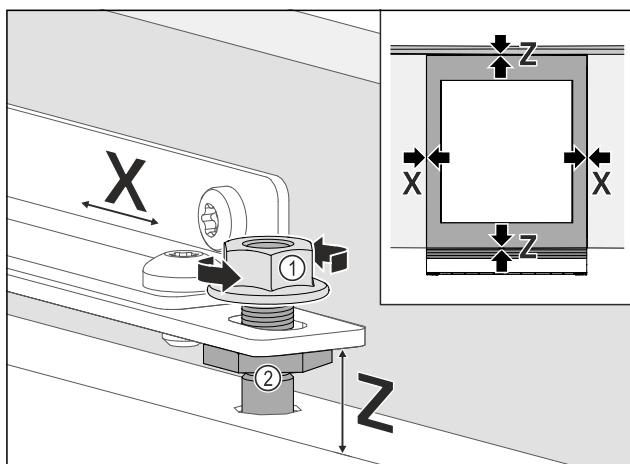

Fig. 102
- ▶ 侧向对齐家具门：松开锁紧螺母 Fig. 102 (1)，沿 X 方向移动家具门。
- ▶ 拧紧锁紧螺母 Fig. 102 (1)。
- ▶ 沿高度 **Z** 方向和侧向倾斜方向对齐家具门：调节调整螺柱 *Fig. 102 (2)*。